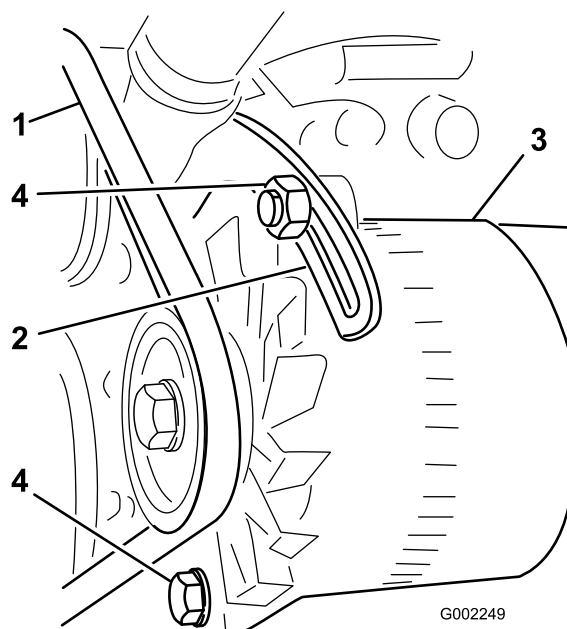

図 103
3. オルタネータのピボット部にあるボルト、およびオルタネータをプレースのスロットに固定しているボルトをゆるめる (図 103)。